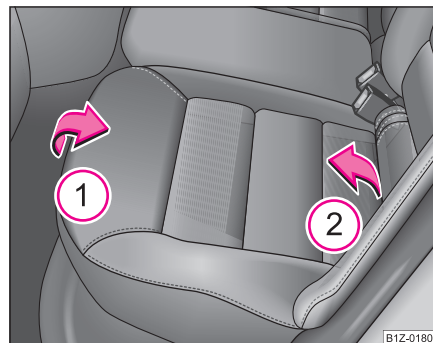

Fig. 68 Abatir hacia delante los bancos traseros
- Tirar hacia arriba del banco trasero en el sentido de la flecha ① y abatirlo hacia delante en el sentido de la flecha ② ⇒ página 94, fig. 68.